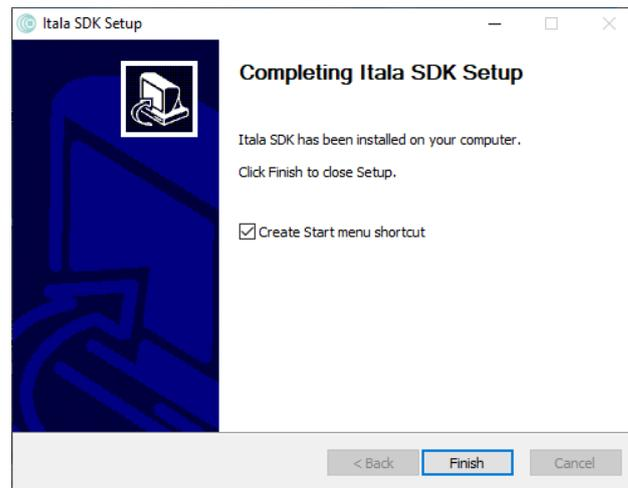

Figure 15: Itala SDK 安装成功。
7. Itala SDK 将自动安装。可以监控进度条以检查安装状态。安装结束后，将显示一个确认窗口（图 15）。